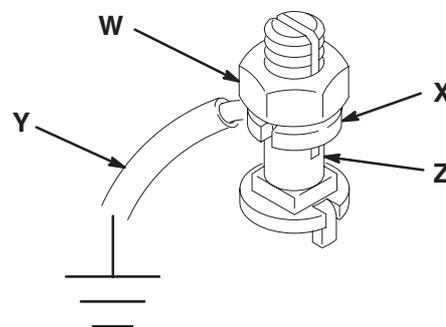

Fig. 2
Toutes les autres pompes: utiliser un fil et une pince de terre. Voir la Fig. 2. Desserrer l'écrou (W) de la borne de terre et la rondelle (X). Introduire l'extrémité d'un fil de terre (Y) de 1,5 mm² minimum dans la fente de la borne (Z), puis serrer solidement l'écrou. Brancher l'autre extrémité du câble sur une véritable prise de terre. Pour commander le fil et la pince de terre, indiquer la réf. no. 237569.